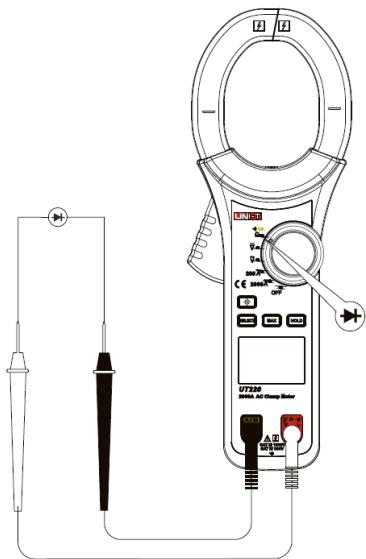

Figura 6
4. MEDAÇÃO DE DÍODO ($\rightarrow\!\!-\!$) (VER FIGURA 6)